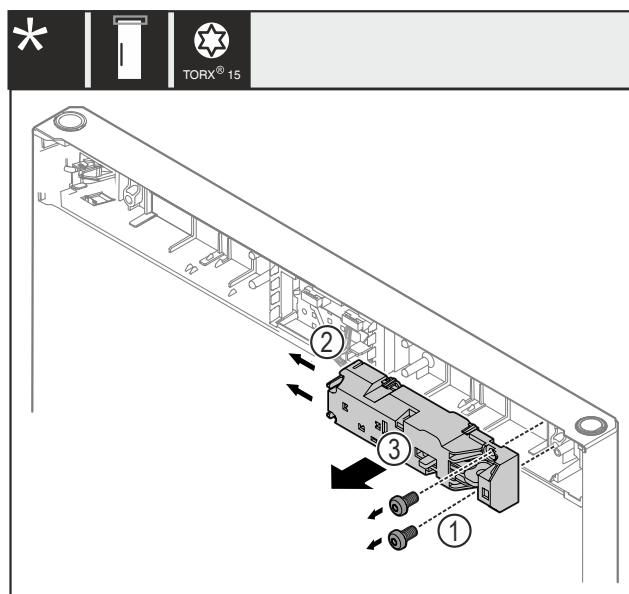

Fig. 24
- Odstraňte šrouby Fig. 24 (1).
- Západky Fig. 24 (2) stlačte na stranu a sejměte dálkový zámek Fig. 24 (3).